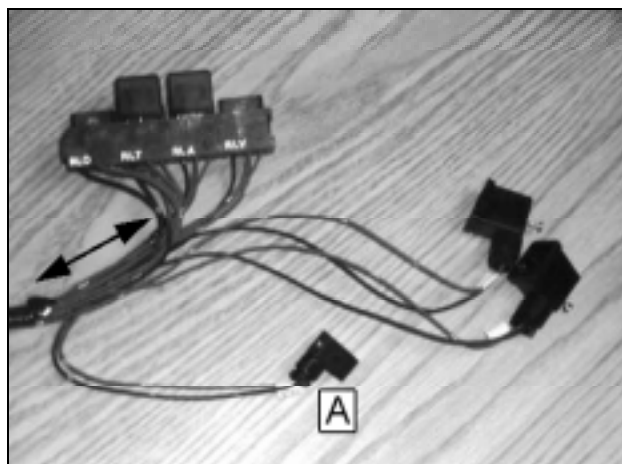

FIGURE 7: DÉGAGEMENT DES JOINTS DE CONNEXION.
15. En prenant bien soin de ne pas endommager les fils électriques, enlever la quantité suffisante de ruban isolant pour dégager les joints de connexion de la prise du solénoïde "A" (Fig. 7).